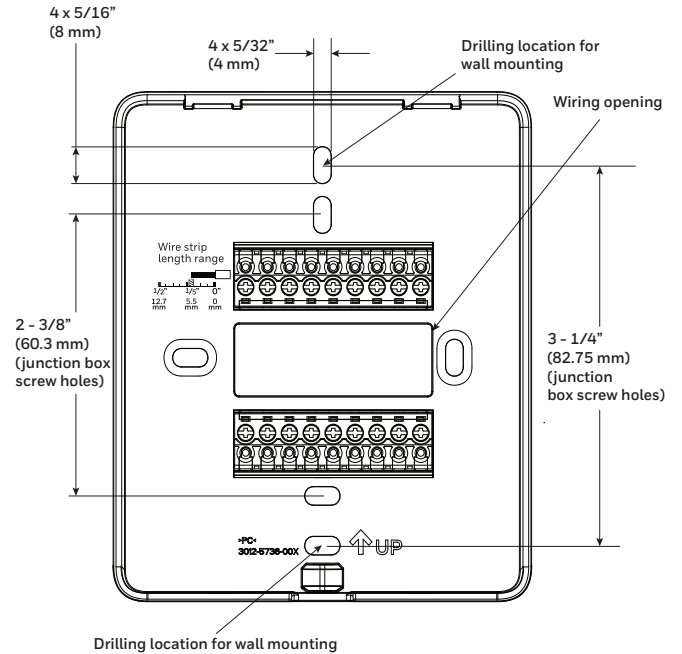

Fig. 8. Locais de perfuração da placa de parede
3. Puxe os fios pela abertura da placa de parede e posicione a placa ao longo da caixa de junção para alinhar os furos de fixação. Para furos para parafusos de caixa de junção, consulte Fig. 8